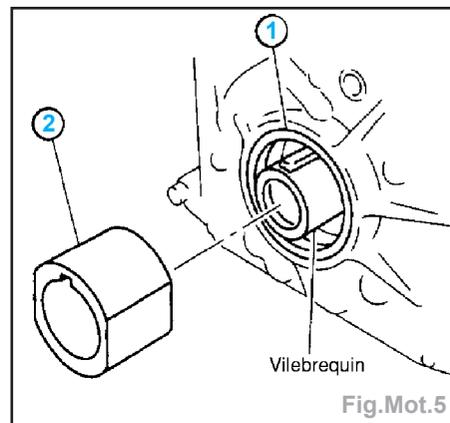

Fig.Mot.5
- Extraire l'entretoise de la pompe à huile (2) sur le joint d'étanchéité d'huile (1) (Fig.Mot.5).
- l'entretoise d'entraînement de la pompe à huile (1) (Fig.Mot.5),